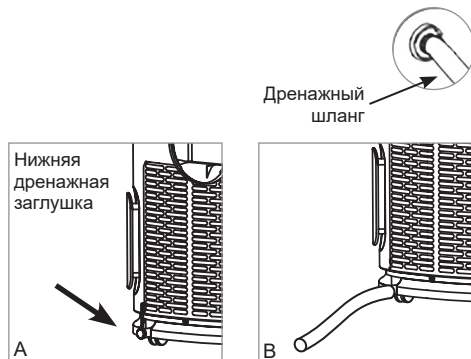

Рис. 13
Когда резервуар заполнен, прибор останавливает работу, а на дисплее появляется символ **E7** (см. также раздел «Самодиагностика»). Осушите резервуар для конденсата в соответствии с алгоритмом действий ниже (см. рис. 13):
2. Вытащите сливную пробку (см. рис. 13 A).